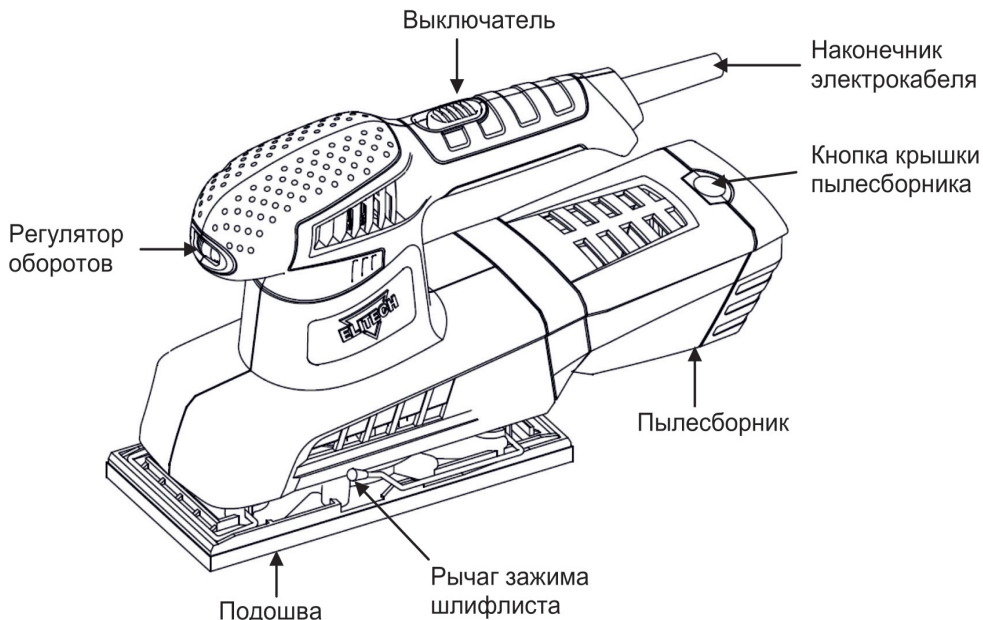

Рис. 1
При невозможности использования пылесоса при работе с шлифмашиной применяйте пылесборник (рис.1).
Скорость шлифования может плавно меняться от 6000 до 13000 об/мин. поворотом колеса регулятора оборотов (рис. 1) от положения 1 до положения «МАХ». В положении «МАХ» скорость максимальна, в положении 1 – минимальна.
- Отрегулируйте скорость вращения подошвы регулятором оборотов (рис. 1).